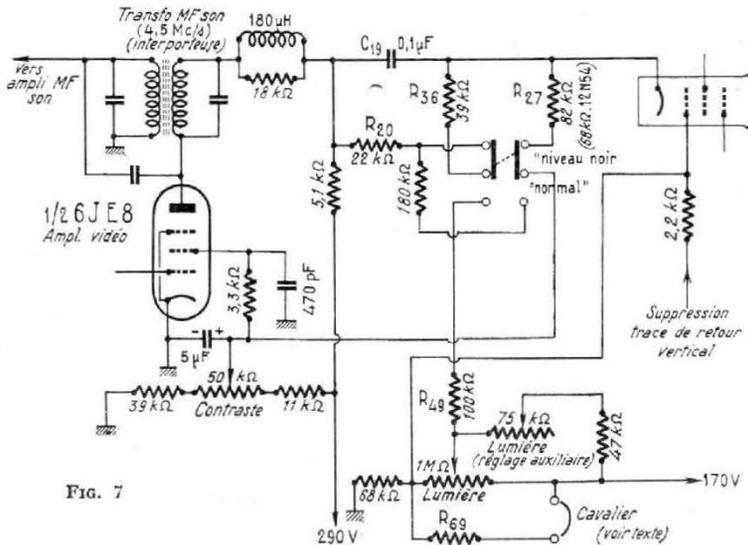

Fig. 7
Philco : Plusieurs modèles de téléviseurs Philco ont des particularités intéressantes de schéma de l'amplificateur vidéofréquence (figure 7).
- 5° Si le réglage du potentiomètre auxiliaire de luminosité correspond à une résistance nulle avant d'obtenir 750 μA, brancher le cavalier de la figure 7, qui a pour effet de shunter le potentiomètre de luminosité par une résistance R₆₉ de 120 Ω.